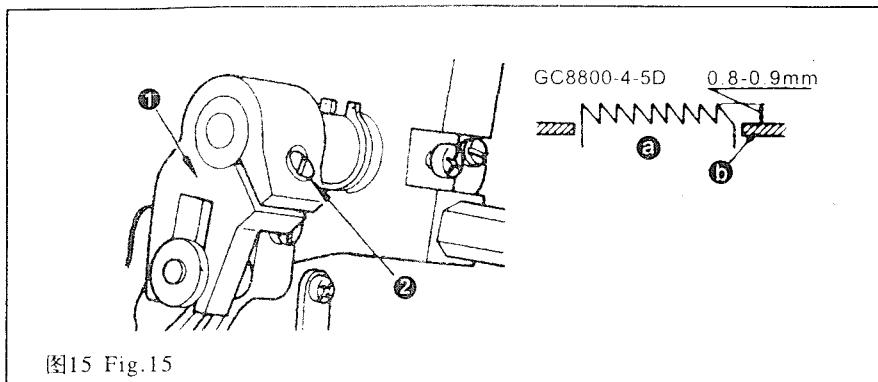

图15 Fig.15
11. 送料牙的高度(图15)
11. HEIGHT OF THE FEED DOG (Fig. 15)